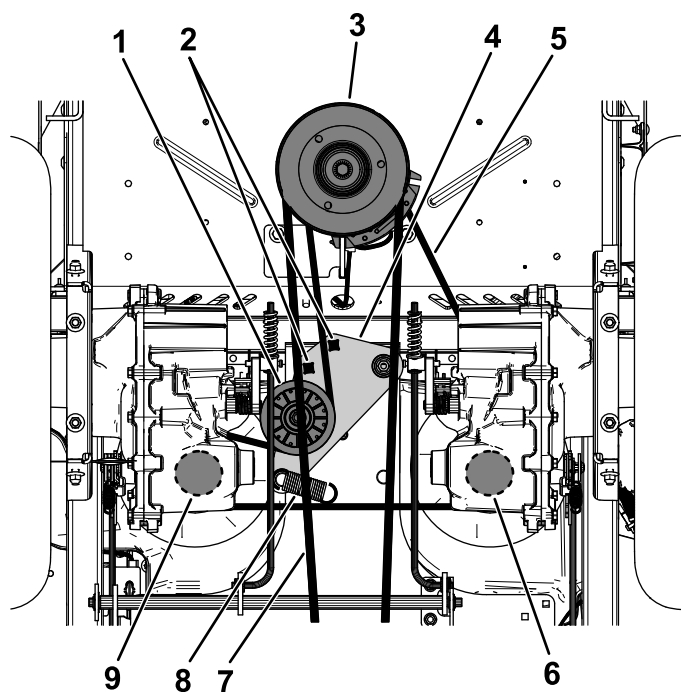

Figura 62
5. Folosii o cheie cu clichet de 1/2" sau o bară de foră în unul din orificiile pătrate ale braului rolei de ghidare pentru a elimina tensiunea arcului rolei de ghidare (Figura 62).
6. Îndepărtați cureaua existentă de pe fulia rolei de ghidare, de pe cele 2 fulii de acionare a pompei hidraulice i de la fulia motorului (Figura 62).
7. Montați cureaua nouă în jurul fuliei rolei de ghidare, fuliei motorului i în jurul celor 2 fulii ale pompei hidraulice (Figura 62).